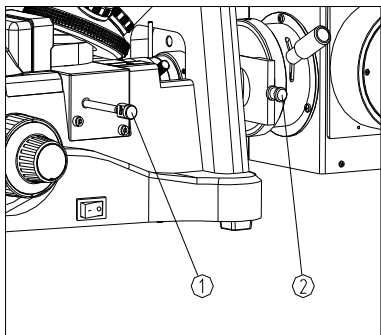

图 23
- (1) 将荧光插板②往右拉到遮光位置。（如图 23）
- (2) 通过荧光滤光镜组拉杆①来选择所需的荧光滤光镜组。